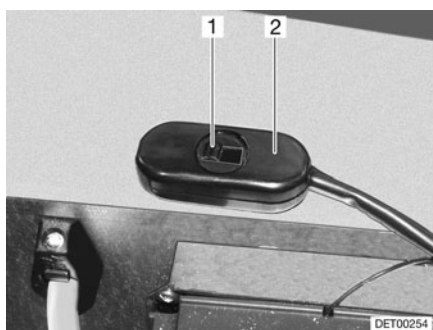

Fig. 165 Interruptor para la reducción de la velocidad
La velocidad de la bomba de circulación se puede ajustar con el conmutador deslizante (Fig. 165,2). Con una velocidad reducida disminuyen los ruidos de rodadura de la bomba.
- Desplazar la corredera (Fig. 165,1) hacia la derecha. Se reduce la potencia.